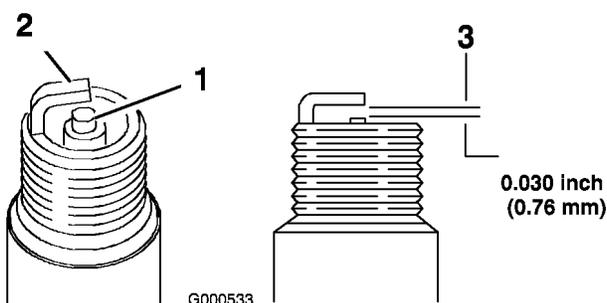

Figura 29
1. Controllate il centro della candela (Figura 29). Se l'isolatore è marrone chiaro o grigio, il motore funziona correttamente. Una patina nera sull'isolatore significa in genere che il filtro dell'aria è sporco.
2. Controllate la distanza tra gli elettrodi centrale e laterale (Figura 29). Piegate l'elettrodo laterale (Figura 29) se la distanza non è corretta.